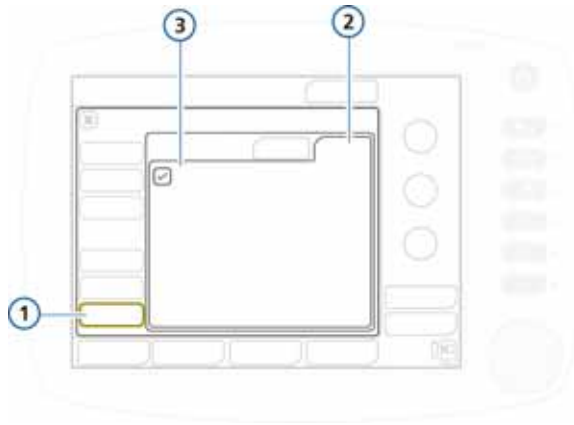

图 I-19. 硬件选项
2. 在 **Options** 窗口中，触摸 **HW options** 选项卡。请参阅图 I-19。